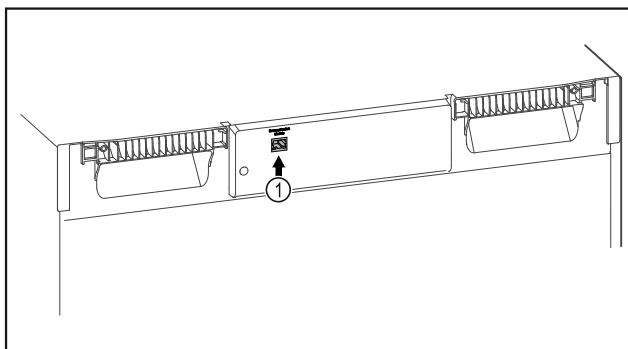

Fig. 98
- ☐ SmartModule Fig. 98 (1) inserito.